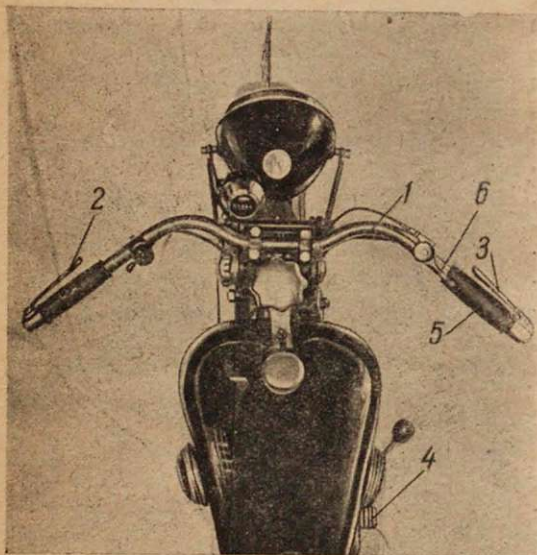

Рис. 5.
3. В холодную погоду поворачивают рычажок манетки (6) к себе до отказа (см. рис. 5). При помощи этого рычажка производится подъем